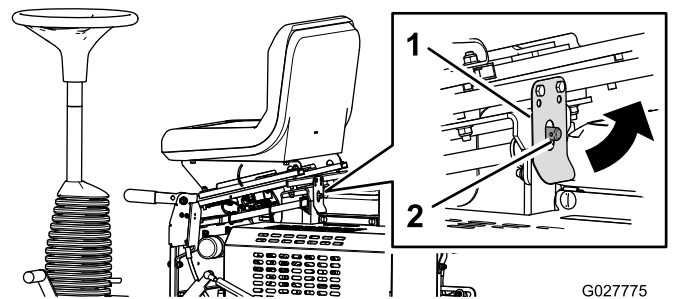

Figura 19
- Puxe o trinco do banco e incline o banco para a frente (**Figura 19**).